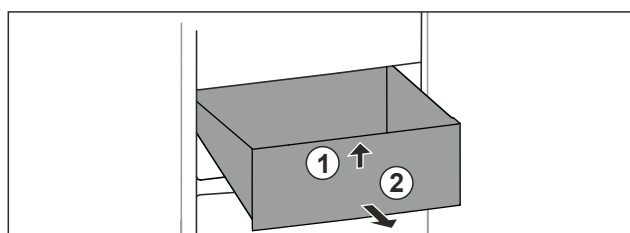

Fig. 91
- ▶ Повдигнете чекмеджето отпред. Fig. 91 (1)
- ▶ Извадете чекмеджето напред. Fig. 91 (2)